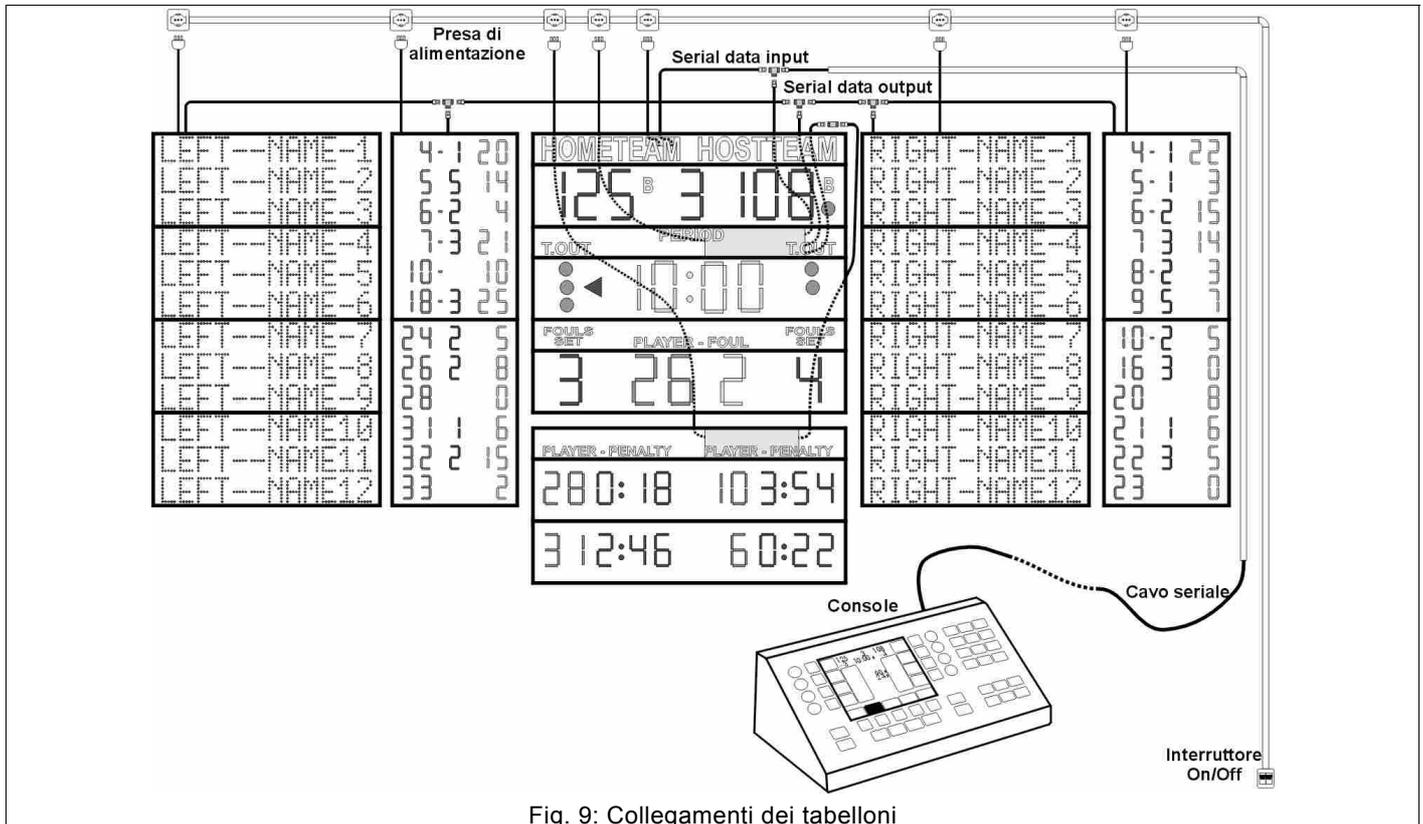

Fig. 9: Collegamenti dei tabelloni
Ogni tabellone viene fornito di cavo di alimentazione con spina. Per una facile accensione e spegnimento del tabellone, consigliamo di predisporre una presa di alimentazione appena sopra al tabellone (vedere esempio in Fig. 9), quindi comandare tale presa tramite un interruttore dedicato montato in posizione facilmente accessibile; ciò per spegnere il tabellone quando non in uso e consentire di risparmiarne il consumo e l'usura inutili.
La Fig. 9 mostra una configurazione con il tabellone centrale, quelli laterali per i nomi, i falli e i punti dei giocatori, oltre che quello inferiore per la visualizzazione dei tempi di penalità.
2. Mediante l'apposito adattatore, collegare i pannelli di visualizzazione dei nomi dei giocatori ad uno dei due cavi seriali "SERIAL DATA OUTPUT" provenienti dal tabellone centrale (Fig. 9).